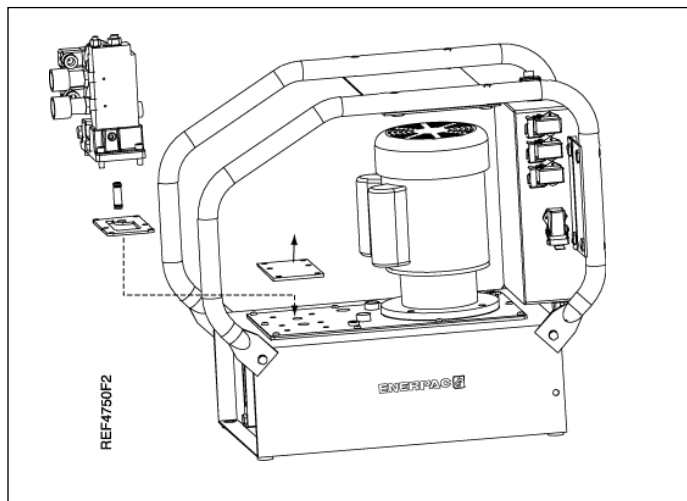

Figura 2
4.1 Montagem da Válvula (Figura 2)